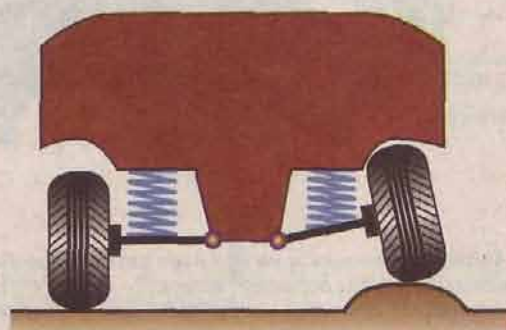

Рис. 41. Схема работы независимой подвески колес автомобиля
**Независимая подвеска** (рис. 41), это когда колеса одной оси автомобиля **не связаны** жестко друг с другом (передние колеса). При наезде на неровность дороги, одно из колес может менять свое положение, не изменяя при этом положения второго колеса.